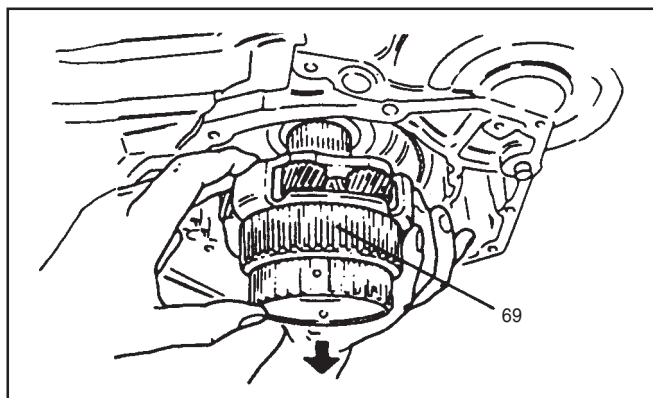

Fig. 208 Angrenaj planetar P_1
Pinionul interior spate la angrenajul planetar P_1 . Se fixează rulmentul axial pe partea posterioară a pinionului interior spate. Fig. 208 arată pinionul interior spate ca și pinionul soare deja instalat pe angrenajul planetar (69)